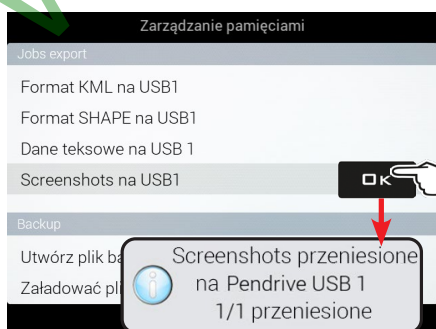

Fig. 290
- Wybrać pozycję **Screenshots na USB 1** (Fig. 290) i nacisnąć **OK**.